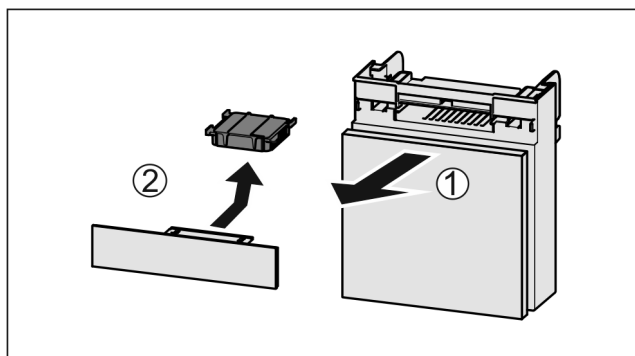

Fig. 89
- Pretinac izvucite Fig. 89 (1) prema naprijed.
- Izvadite filtari s aktivnim ugljenom Fig. 89 (2).